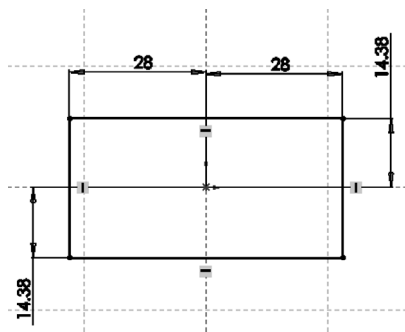

图 10-79 绘制矩形草图
**02** 绘制矩形草图。在“FeatureManager 设计树”中选择“前视基准面”作为绘图基准面；单击“草图”控制面板中的“草图绘制”按钮, 进入草图编辑状态；然后单击“草图”控制面板中的“边角矩形”按钮, 绘制一个矩形，通过标注智能尺寸使矩形的中心在原点位置，结果如图 10-79 所示。